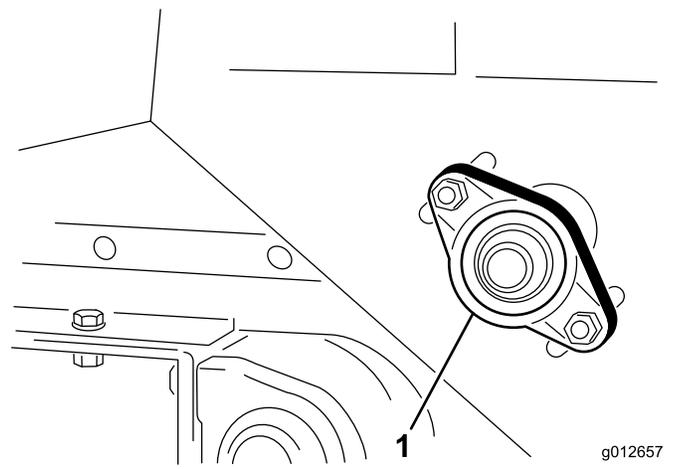

Рисунок 38
1. Ослабьте гайки крепления корпуса подшипника (Рисунок 38) на правой стороне машины.